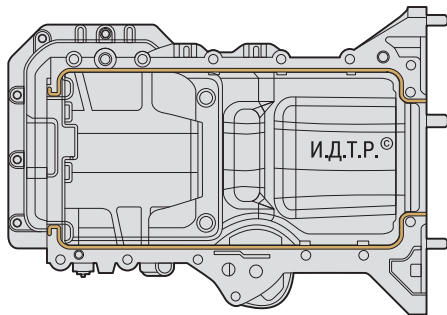

Рис. 5.13. Схема нанесения герметика на привалочную поверхность блока цилиндров
5. Перед установкой масляного картера нанесите на привалочную поверхность блока цилиндров анаэробный герметик валиком диаметром 1–2 мм (рис. 5.13). Можно использовать герметики Loctite 5900, 5970, 5971 или аналогичные по составу герметики.